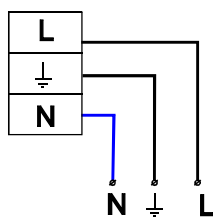
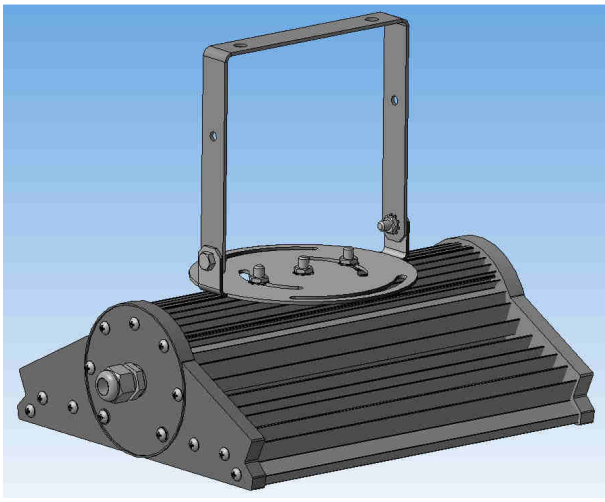
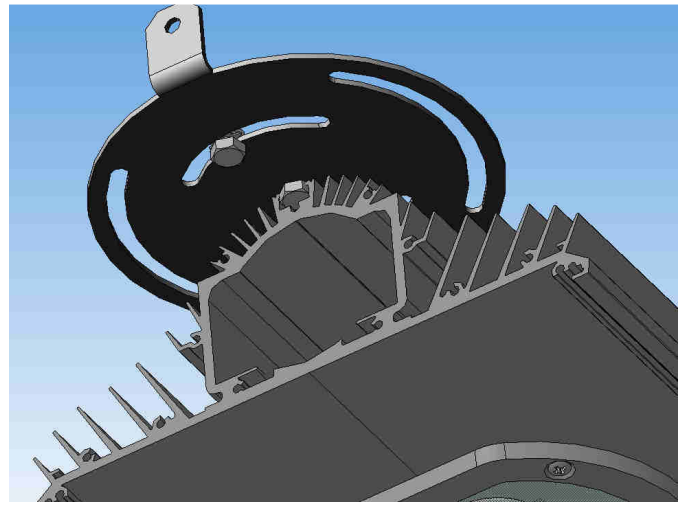
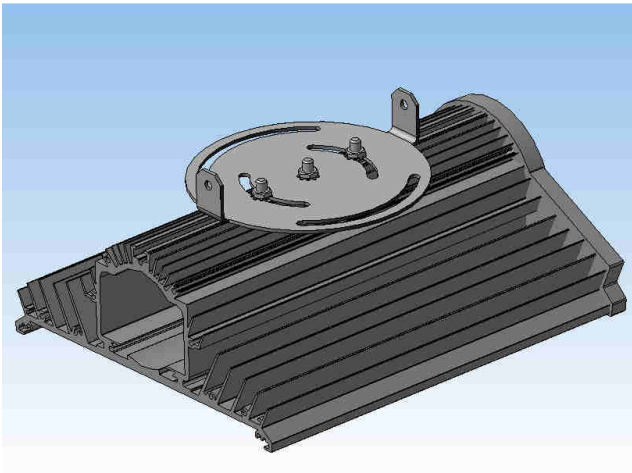

Рис.1
Рис.2
Рис.3
Рис.4
- Снимите крышку с кабельным вводом отвинтив метизы см. рис.2, заведите головки трёх болтов для крепления кронштейна в паз радиатора, обязательно сориентировав светильник см. рис.3 и зафиксируйте их через стопорные шайбы гайками см. рис.4. Сетевой кабель пропустите через крышку с кабельным вводом, и присоедините к клеммной колодке: L – фаза, N – нейтраль см. рис.1, провод заземления присоединяется к соответствующей клемме колодки, см. рис.1.